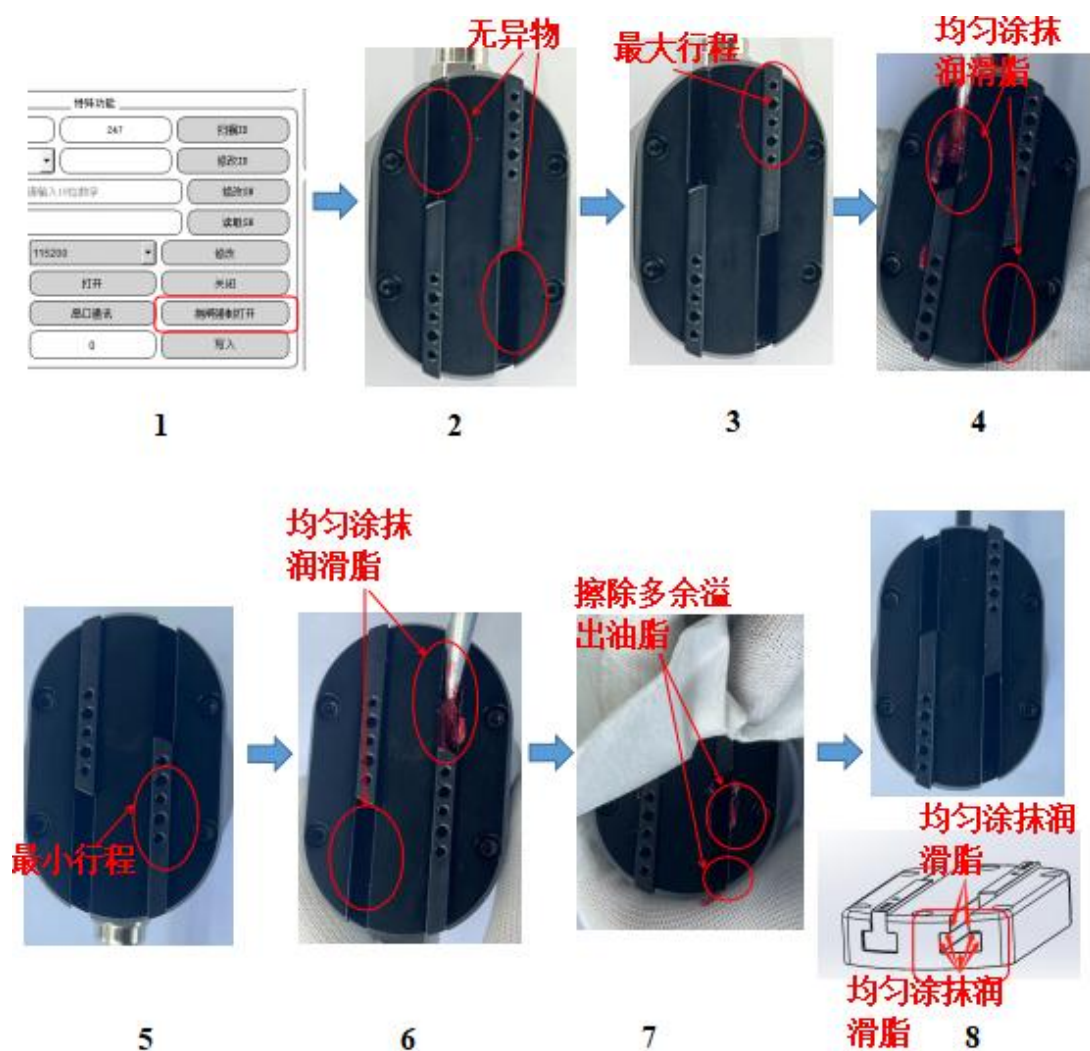

图 10-2 油脂保养流程图
① 若夹爪无抱闸，直接执行第二步操作；若夹爪带有抱闸，则打开制动器，夹爪上电后使用上位机软件打开抱闸（上位机使用见 5.1 章节），带有抱闸的夹爪请勿用手强行掰动齿条，如需移动齿条，请配合上电使用
② 自检，电爪保持上电状态，目视检查电爪齿条合滑道间无颗粒、絮状异物，若有异物则清理异物
③ 打开手指，如图 10-2 中标号 3 所示，用上位机软件打开手指至最大行程（上位机使用见 5.1 章节）
④ 涂抹润滑脂，如图 10-2 中标号 4 所示，用毛刷均匀涂抹美孚 SHC1500 润滑脂，齿条与手掌的所有接触面均需涂抹润滑脂
⑤ 关闭手指，如图 10-2 中标号 5 所示，用上位机软件关闭手指至最小行程（上位机使用见 5.1 章节）
⑥ 涂抹润滑脂，如图 10-2 中标号 6 所示，用毛刷均匀涂抹美孚 SHC1500 润滑脂，齿条与手掌的所有接触面均需涂抹润滑脂
⑦ 擦除多余润滑脂，如图 10-2 中标号 7 所示，驱动齿条循环往复运行 5 次以上，无纺布擦除多余溢出油脂（齿条合手掌的接触面多余溢出油脂均需擦除）
自检，如图 10-2 中标号 8 所示，目视检查齿条和手掌的接触面均匀涂抹油脂（接触面来回运行无油脂溢出，齿条与手掌间无刷毛等异物）